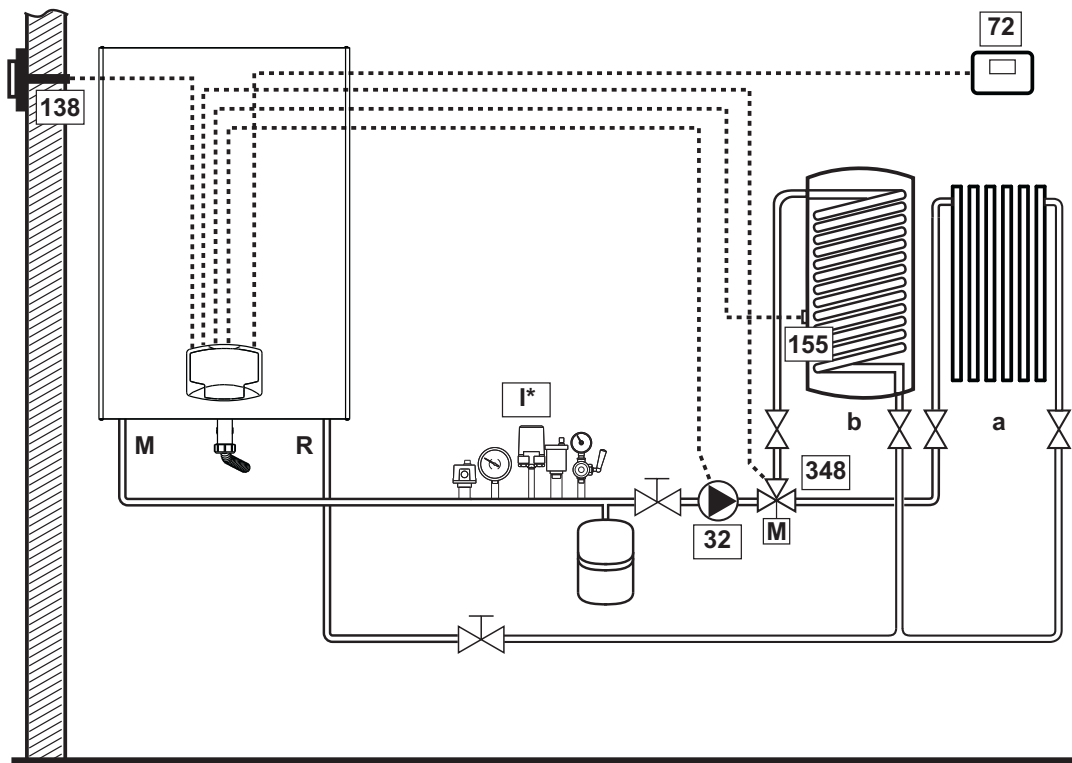
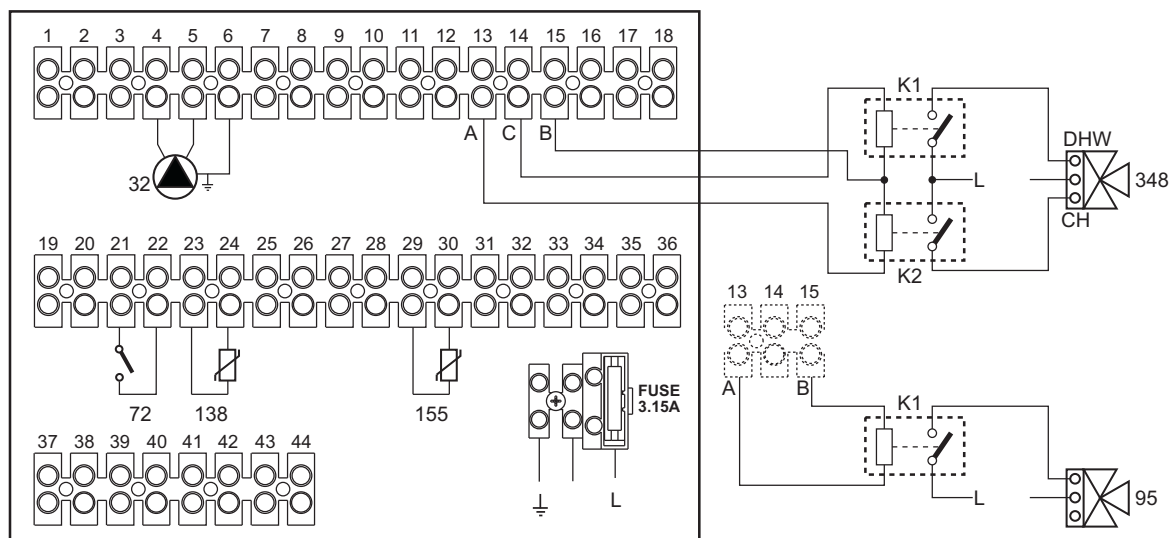

рис. 48
рис. 49
**Во избежание повреждений платы рекомендуется использовать внешние реле для управления 3-ходовым клапаном, как показано на рис. 49.**
### Спецификация (рис. 48 и рис. 49)